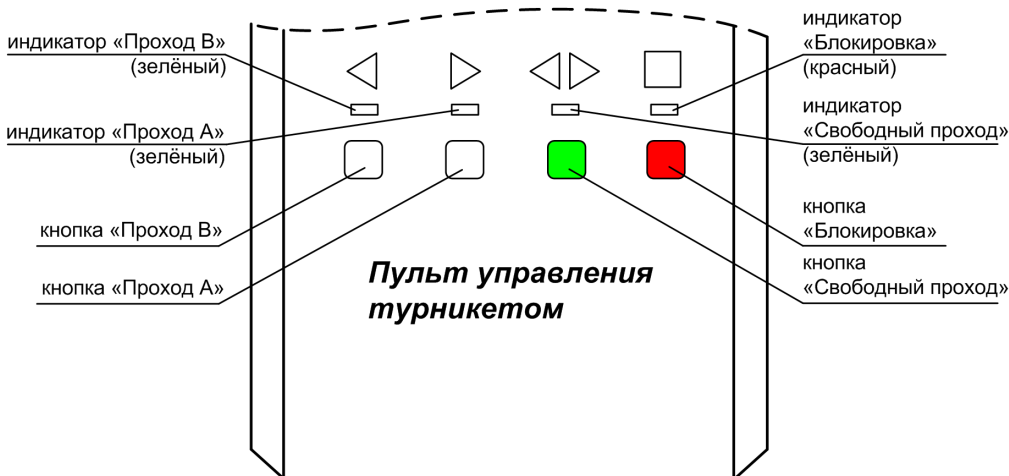

Рис.3 Пульт управления турникетом
Пульт управления турникетом (рис.3) предназначен для ручного дистанционного управления турникетом. Имеет четыре кнопки для включения (отключения) следующих режимов турникета (в порядке приоритета):
- в режиме «Ожидания» нажмите и удерживайте на пульте кнопку «▶» («Проход А») (рис.3). Засветится зелёным соответствующий индикатор состояния турникета – разрешен однократный проход, проверните планки, отпустите кнопку. Соответствующий индикатор состояния турникета засветится красным – турникет снова в режиме «Ожидания»;